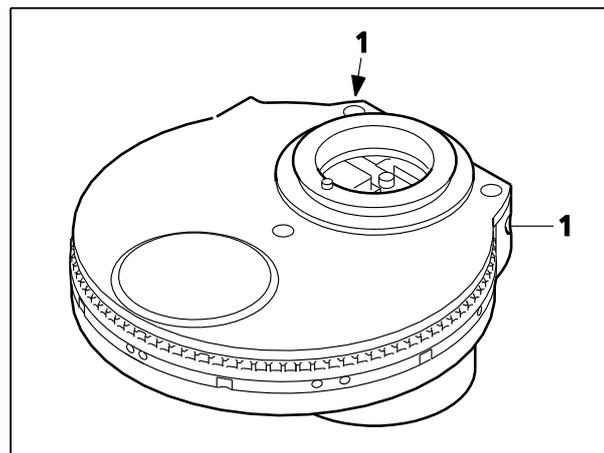
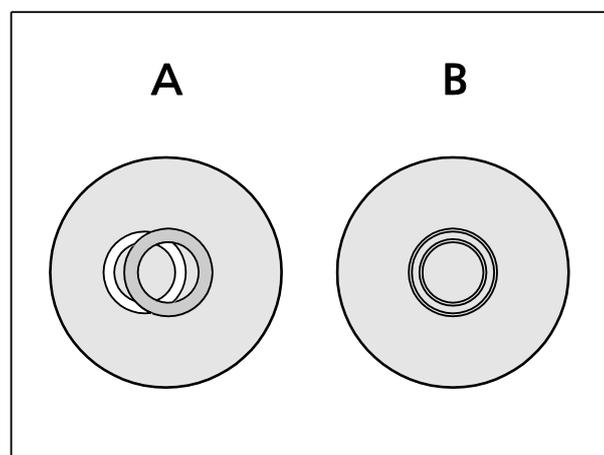

Fig. 150 Centrage de l'arrêt de phase sur le condenseur
Fig. 151 Centrage de l'arrêt de phase (anneau lumineux dans le condenseur) sur l'anneau de phase (anneau sombre dans l'objectif)
- Si la congruence n'est pas parfaite (Fig. 151/A), la butée brillante doit être centrée à l'aide de deux clés Allen de 1,5 mm (Fig. 150/1) jusqu'à ce qu'elle soit complètement conforme à la lame de phase sombre (Fig. 151/B).
Pour améliorer le contraste de l'image, un filtre d'interférence à large bande, vert 32 x 4, peut être inséré dans le changeur de filtre. Un contraste de phase parfait n'est obtenu que si la butée de phase brillante (dans le condenseur) et la lame de phase sombre (dans l'objectif) sont précisément congruentes dans la trajectoire du faisceau d'éclairage (Fig. 151/B).